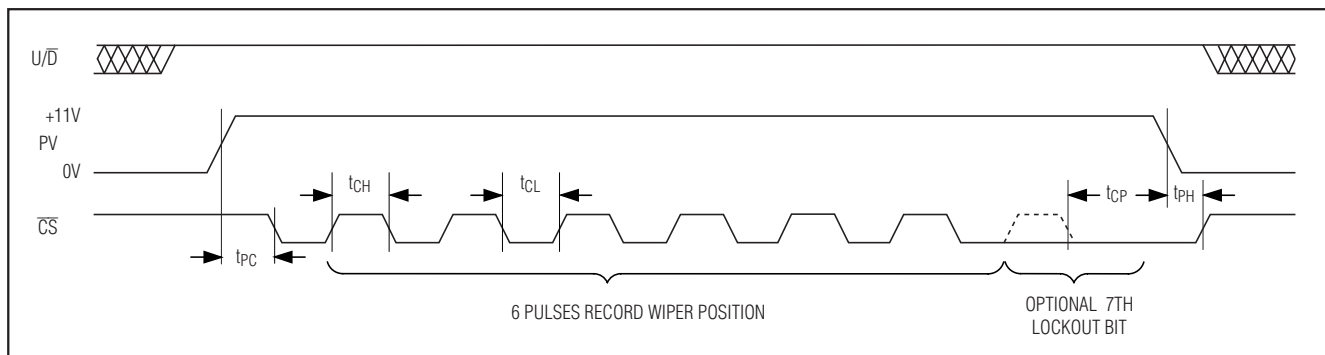

图5. 一次性编程模式，串口时序图
上电后，使用PV一次性编程时序可改变滑动端上电位置（见图5）。设置滑动端至所需的上电位置后，执行如下的六步操作：
- 4b) 提供七个周期的 $\overline{CS}$ 脉冲，其中 $\overline{CS}$ 从低电平开始，高电平至少持续 t_{CH} ，低电平至少持续 t_{CL} ，改变滑动端的上电位置，并将滑动端锁定在同一位置上。第七个 $\overline{CS}$ 脉冲在图5中标记为可选锁定定位。